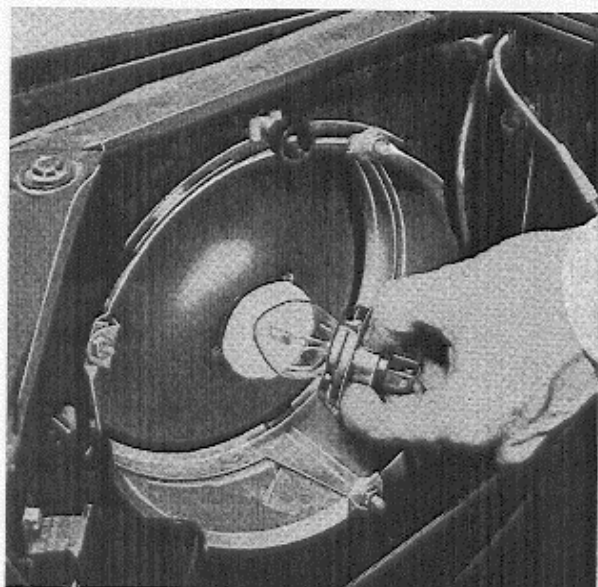

Abb. 111 Ausbau der Glühlampe
2. Glühlampe entfernen, Abb. 111. Bei Einbau der Glühbirne beachten, daß diese richtig im Einsatz angebracht wird. Die kleinen Spitzen am Kragen der Glühbirne sollen der Ausnehmung im Einsatz entsprechen.